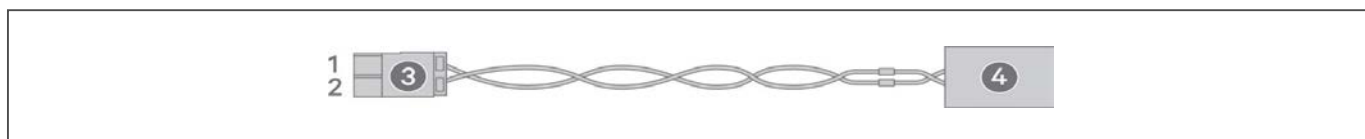

図 2-4 EPOスイッチをUPSのREPOポートに接続するケーブルとプラグ
接続に必要なケーブルは図2-4に示されています。18 AWG~22 AWG (0.82mm²~0.33mm²)の銅芯ケーブルを使用することを推奨します。
1. ケーブルの片端をリモート・スイッチに接続します (図2-4参照)。